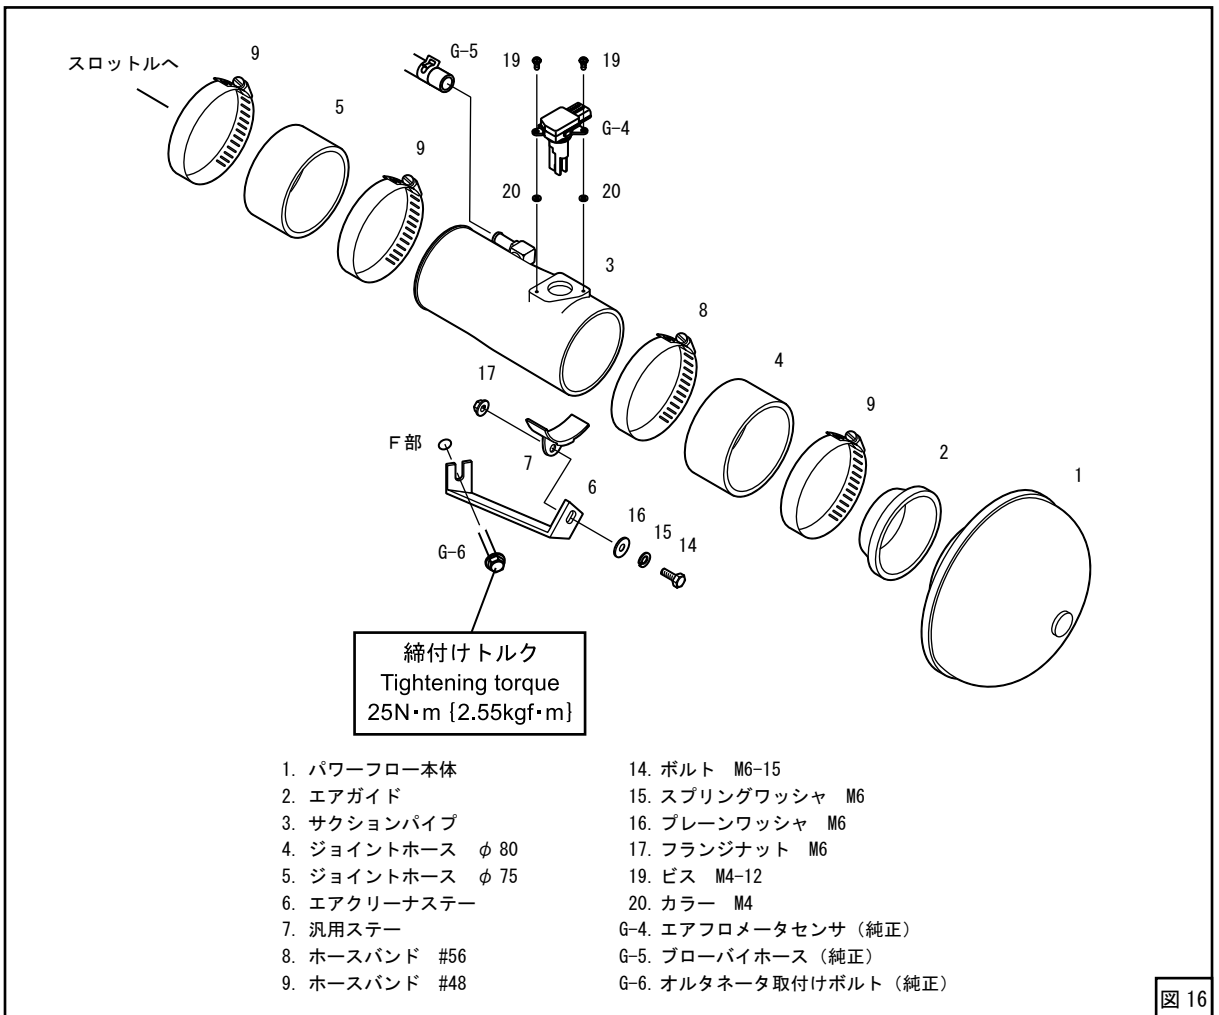

図16
(図14、図15、図16)
(11) キットパーツを仮付けしてください。(図14、図16、図17)